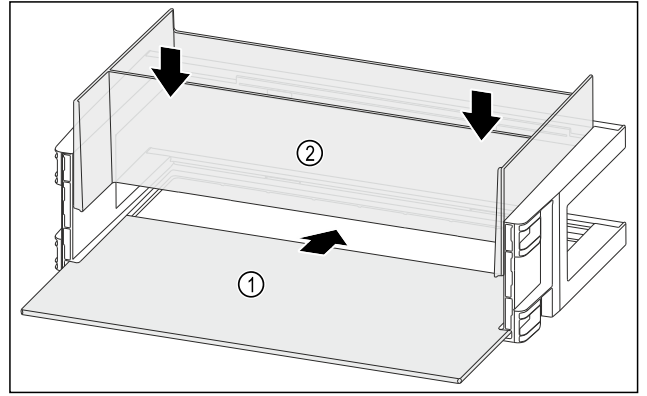

Fig. 125
- Raf alanını Fig. 125 (1) yandaki girintinin içine itin.
- Düzenleyiciyi Fig. 125 (2) yerleştirin.